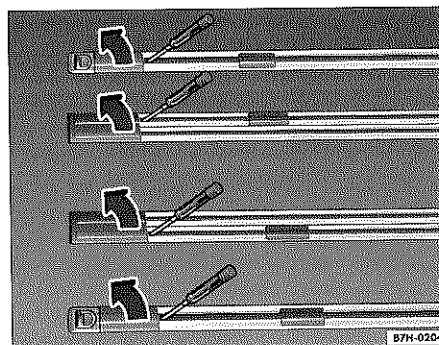

Fig. 72 Extraer las tapas de plástico de las guías
Para retirar las *tapas de plástico* ① situadas en los extremos de las guías, utilice el destornillador de las herramientas de a bordo ⇒ cuaderno 3.2 "Consejos prácticos". Introduzca la superficie plana del destornillador transversalmente en la guía delante de la tapa de plástico correspondiente ⇒ fig. 72. Empuje la pestaña de la tapa aproximadamente 3 mm hacia delante con la superficie plana del destornillador y, al mismo tiempo, haga palanca hacia arriba para sacarla.